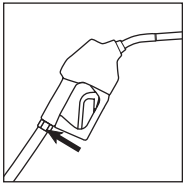

Figure 5/Ilustración 5
- Insert hose assembly into inlet of nozzle. ( See Figure 5)
- Inserte la manguera montaje en el orificio de entrada de la pistola surtidora (vea la ilustración 5).